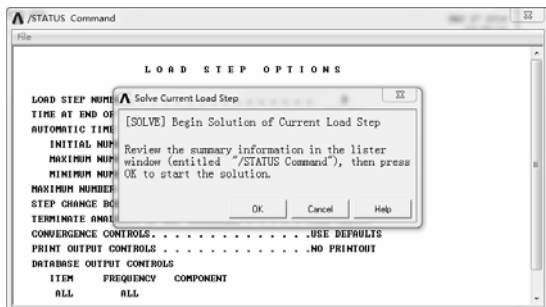

图 9-122 求解信息窗口
4) 选择“Main Menu>Solution>Solve>Current LS”命令，弹出图 9-122 所示的信息窗口，其中“/STATUS Command”窗口显示所要计算模型的求解信息和载荷步信息。